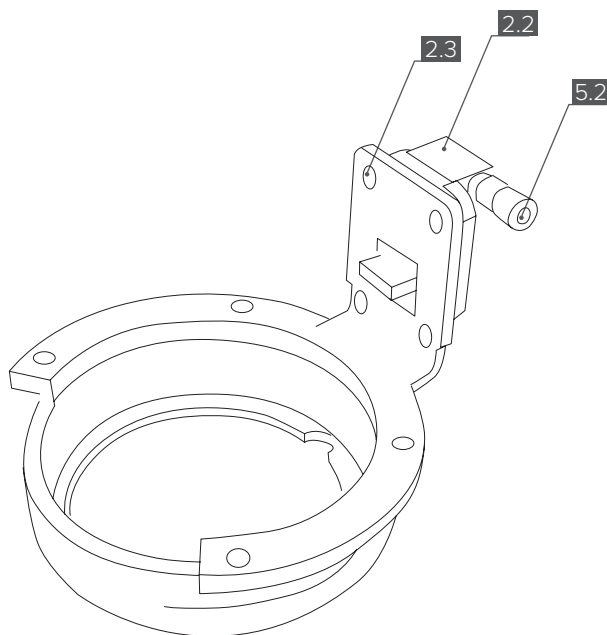

Рис. 6
1. Вкрутите в резьбовое отверстие в актуаторе [2.2] фитинг прямой пневматического привода [5.2] (Рис. 6).
2. Прикрепите актуатор к кронштейну корпуса подшипника [2.1], при этом болты крепления актуатора М4х10 [2.3] не закручивайте до конца, а наживите (Рис. 6).